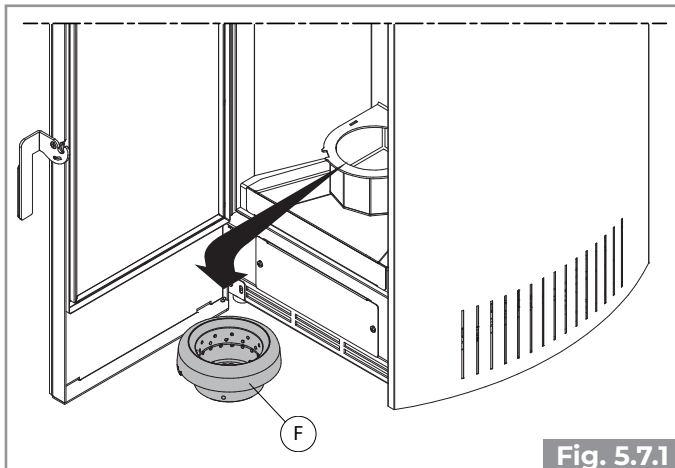
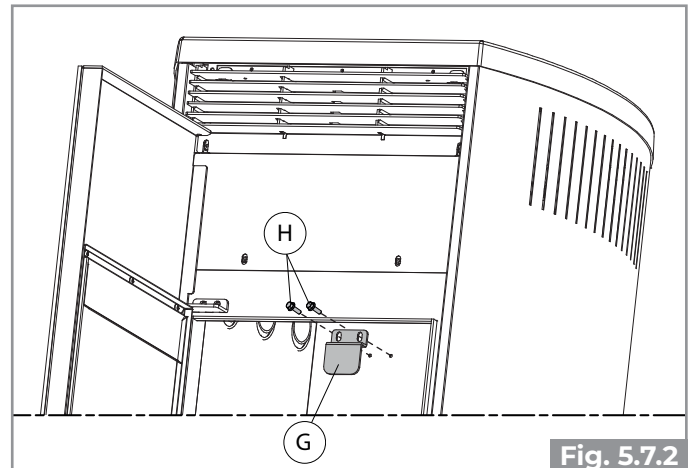

Fig. 5.7.1
Fig. 5.7.2
- Aprire la porta, rimuovere il braciere F (Fig. 5.7.1) e la staffa di fissaggio G agendo sulle due viti H (Fig. 5.7.2);